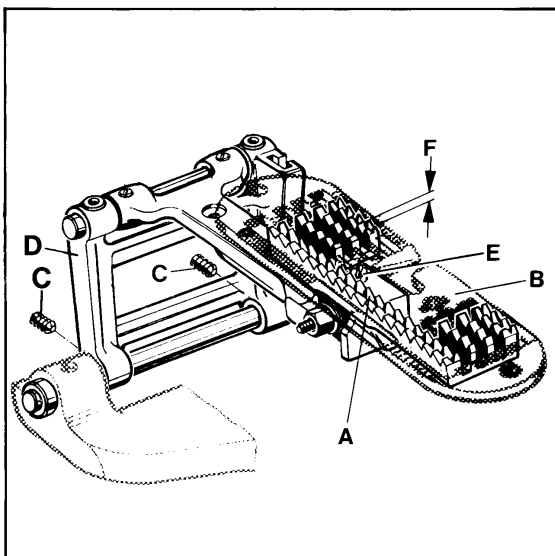

Fig. 15
The lower feed dog (A, Fig. 15) should center laterally in the slots of throat plate (B). If an adjustment is necessary loosen the two (set) screws (C) and move feed rocker (D) to the left or right as required. Retighten (set) screws (C).
At highest point of feed travel the rear teeth of the feed dog (A, Fig. 15) should just project their full depth (F) above the top surface of throat plate. Adjust the supporting screw (E) in the feed bar to the required height and assemble the feed dog.
Der untere Transporteur (A, Fig. 15) muß in den Schlitzen der Stichplatte (B) seitlich vermittelt sein. Ist eine Einstellung notwendig lösen Sie die beiden Gewindestifte (C) und schieben den Transportantriebsrahmen (D) nach Bedarf nach links oder rechts. Ziehen Sie die Gewindestifte (C) wieder an.
Im höchsten Punkt der Transportbewegung sollen die hinteren Zähne des Transporteurs (A, Fig. 15) gerade eine Zahnhöhe (F) über die Stichplattenoberfläche ragen. Stellen Sie die Stützschraube (E) im Transporteurträger auf die entsprechende Höhe und montieren Sie den Transporteur.